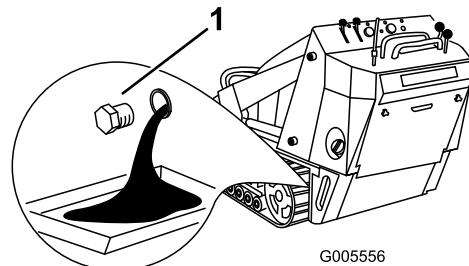

Figure 34
- Enlevez le bouchon de vidange (Figure 34).